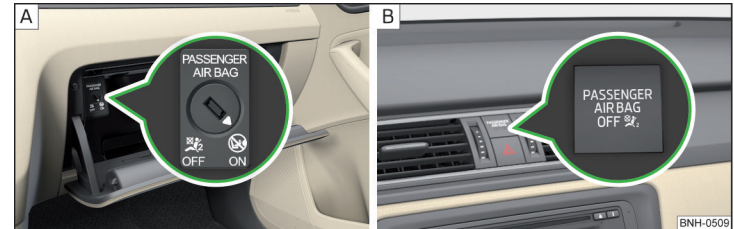

Abb. 12 Schlüsselschalter für Beifahrer-Frontairbag / Kontrollleuchte für Beifahrer-Frontairbag
Der Beifahrer-Frontairbag kann mit dem Schlüsselschalter abgeschaltet werden » Abb. 12 auf Seite 19 - A.
Stellungen des Schlüsselschalters » Abb. 12 - A
- › Mit dem Schlüssel den Schlitz des Schlüsselschalters » Abb. 12 - A vorsichtig in die Position **OFF** drehen.
- › Prüfen, ob nach dem Einschalten der Zündung die Kontrollleuchte **OFF**  unter dem Schriftzug **PASSENGER AIR BAG** » Abb. 12 - B leuchtet.
- Mit dem Schlüssel den Schlitz des Schlüsselschalters » Abb. 12 - [A] vorsichtig in die Position **ON** drehen.
- Prüfen, ob nach dem Einschalten der Zündung die Kontrollleuchte **OFF** ⚡ unter dem Schriftzug **PASSENGER AIR BAG** » Abb. 12 - [E] nicht leuchtet.